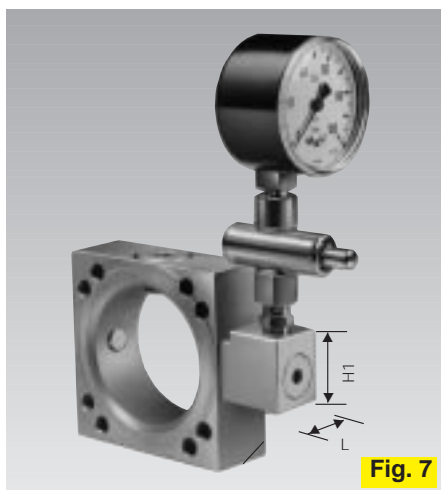

Fig. 7
**Equerre de montage** Rp 1/4 pour le montage bloqué en rotation d'un manomètre ou autre accessoire Fig. 7